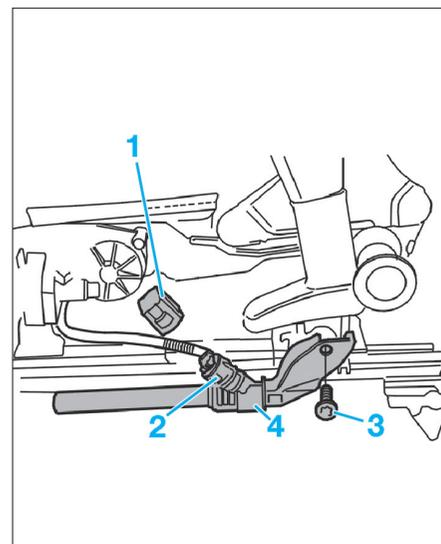

FIG. 20
- le couvercle (1) du connecteur (**Fig.20**)
- le connecteur (2)
- la vis (3)
- le prétensionneur (4)